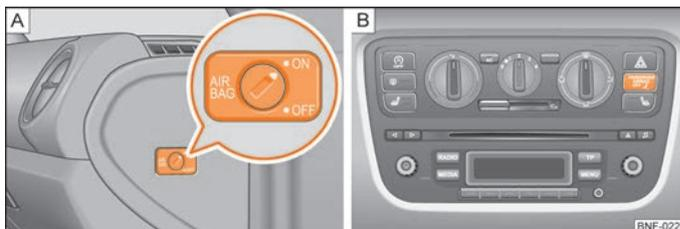

Fig. 80 [A] - Interruttore a chiave / [B] - spia di controllo
- L'airbag disabilitato viene segnalato mediante l'accensione della spia di controllo gialla **PASSENGER AIR BAG OFF** ⚠; nella parte centrale della plancia portastrumenti ⇒ fig. 80 - [B].
- Con la chiave della vettura ruotare l'intaglio dell'interruttore a chiave in posizione **OFF** ⇒ fig. 80 - [A].
- Controllare se con accensione inserita la spia di controllo **PASSENGER AIR BAG OFF** ⚠; nella parte centrale dello strumento combinato si accende ⇒ fig. 80 - [B].
- Con la chiave della vettura ruotare l'intaglio dell'interruttore a chiave in posizione **ON** ⇒ fig. 80 - [A].
- Controllare se con accensione inserita la spia di controllo **PASSENGER AIR BAG OFF** ⚠; nella parte centrale dello strumento combinato non si accende ⇒ fig. 80 - [B].
La spia di controllo airbag si trova nella parte centrale della plancia portastrumenti ⇒ fig. 80 - [B].